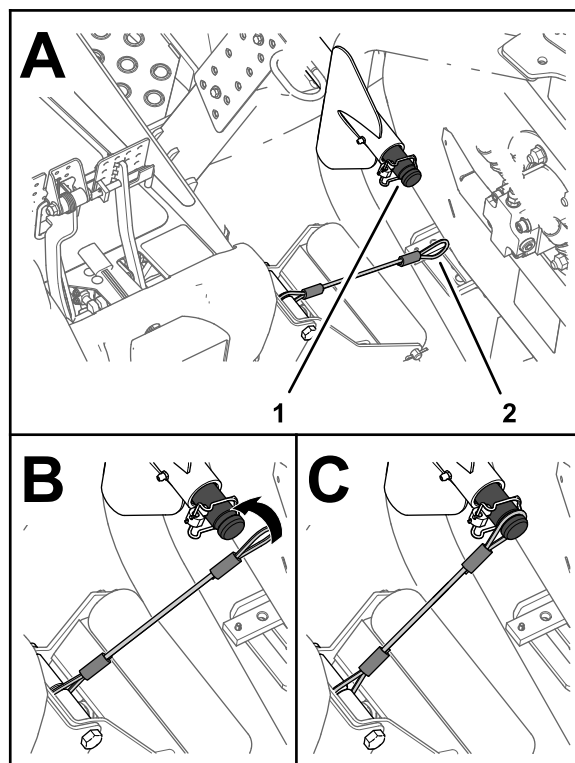

図 26
6. キャリアシャフトの溝にランヤードの輪を掛ける。溝に完全に掛けること 図 26。
5. 左右のカッティングユニットの昇降アームのキャリアシャフトにランヤードを取り付ける 図 26。